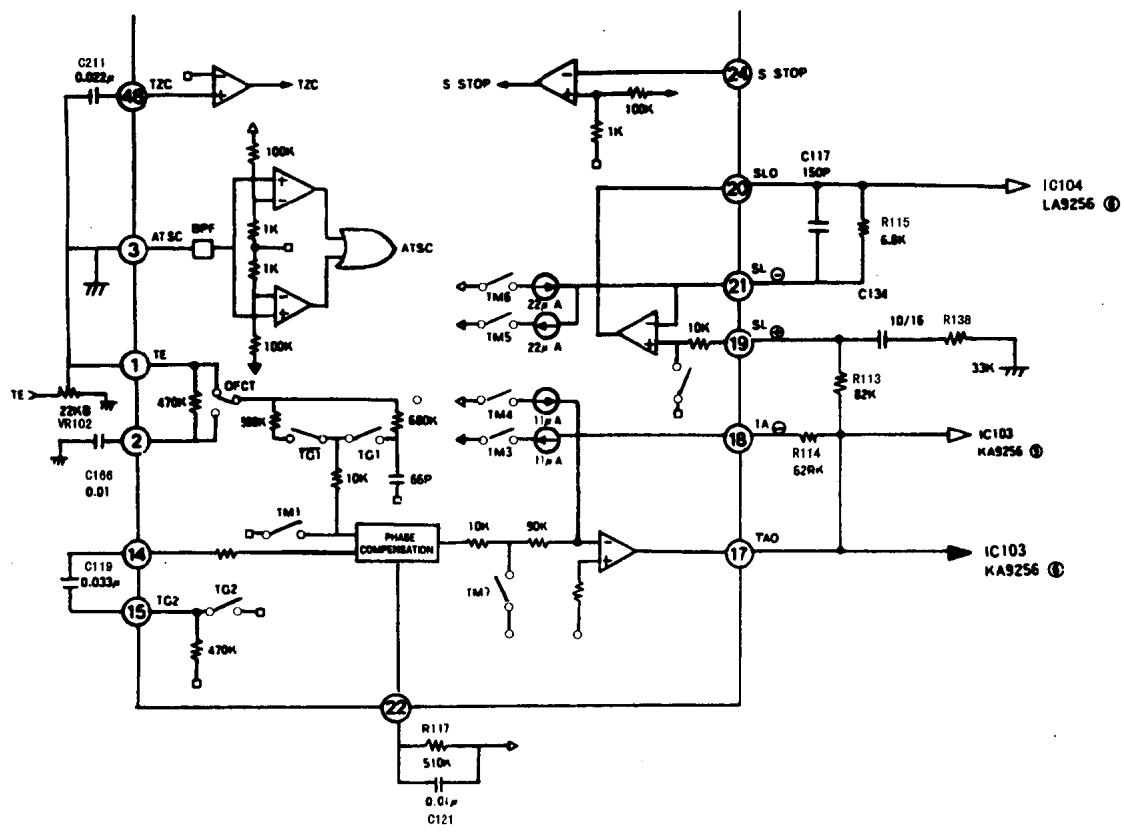

图 1.1.10 跟踪伺服控制电路
(2) 跟踪伺服控制电路 跟踪伺服控制电路框图如图 1.1.10 所示。IC101 ⑯脚输出的 TE (跟踪误差信号) 信号经 R109、VR102 (跟踪增益调节电位器) 调节后，加至 IC102 (CXA1372AS) ①脚。另一路经 C211 加至 IC102 ⑭脚。跟踪误差信号经 IC102 内部的相位比较电路及放大后，从 IC102 ⑯、⑯脚输出，加至 IC210 (KA9258D) ⑬脚。信号经 IC210 放大后，从 IC210 ①、②脚输出驱动跟踪线圈的信号，使透镜左右移动，达到跟踪的目的。另外，IC102 ⑯、⑯脚输出的信号，还有一路反馈至 IC102 ⑯脚，加至 IC102 内部的比较器，作为径向寻迹滑动马达 (Slider motor) 的伺服控制信号。其主要作用是：如果跟踪偏差太大时，光靠透镜的左右移动仍无法达到正确跟踪轨迹，此时通过移动径向寻迹马达来校正跟踪。